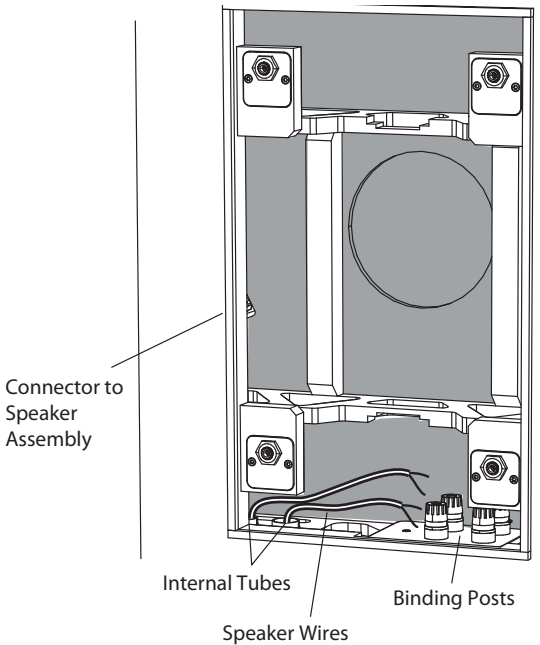

Fig. 5. Instalación del cable del altavoz en los terminales posteriores de la lata
4. El cable positivo de su amplificador debe ir a uno de los terminales rojos (positivos) dentro de la lata trasera (Fig.5). El cable negativo de su amplificador debe conectarse a uno de los terminales negros (negativos). Puede utilizar los otros terminales rojo y negro para tender el cableado del altavoz desde el otro prensaestopas hacia otro altavoz.